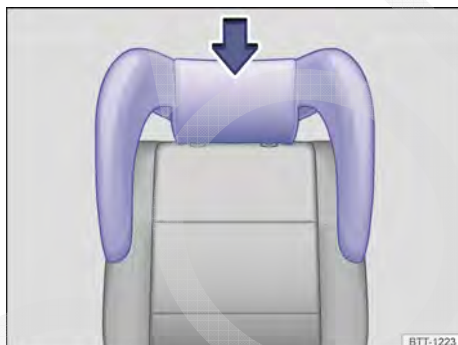

Fig. 32 Cadeira de criança integrada: instalar os apoios para cabeça laterais.
A cadeira de criança integrada pode vir equipada com um *apoio para cabeça com proteções laterais* → Fig. 32.
- Inserir o apoio para cabeça da cadeira de criança nas guias do respectivo encosto do banco traseiro até que o apoio para cabeça se trave com segurança → Fig. 32.